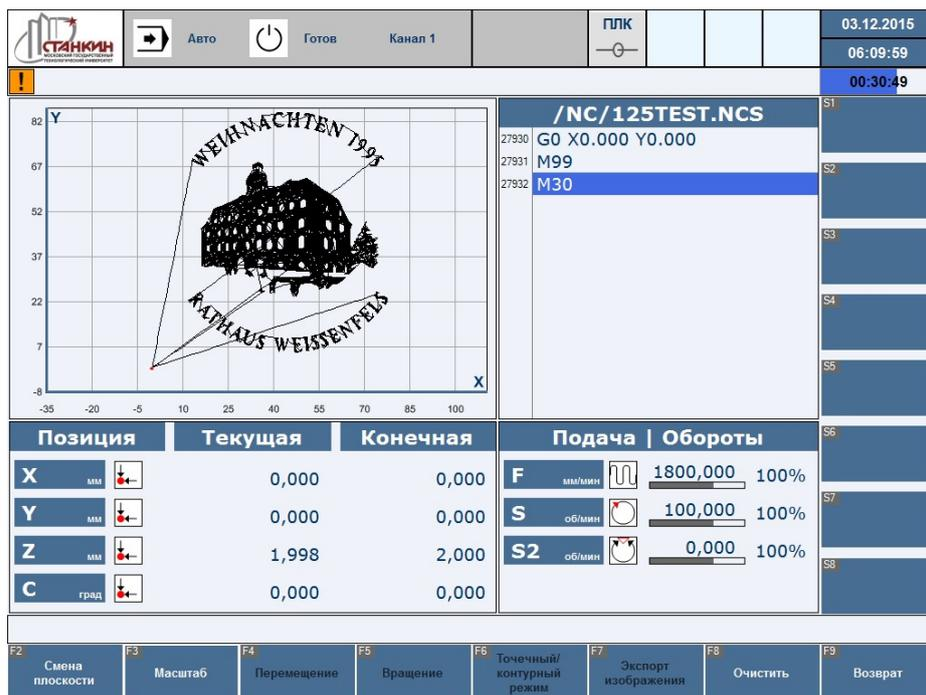

Рисунок 33 – Вид экрана после нажатия F3 «Траектория»
- F9 – возврат на уровень вверх (Рисунок 33).